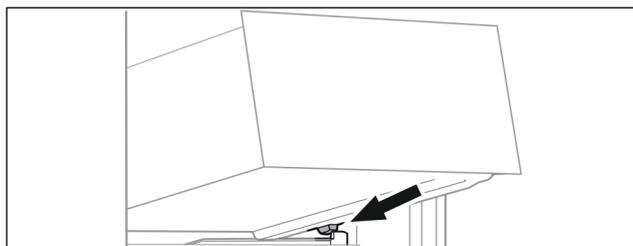

Fig. 42
- ▶ Placer le tiroir, en l'inclinant, derrière les butées sur la nervure de récipient. (voir Fig. 42)